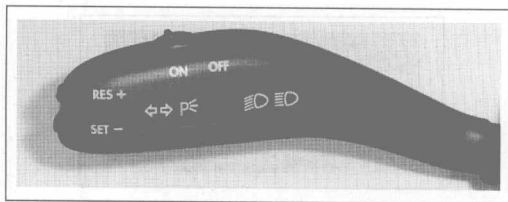

图 1-15 巡航控制(CC)开关
(2) 换档模式选择开关
① 经济模式(ECONOMY): 当车辆在城市道路行驶时, 接通经济模式, 其换档规律应能使发动机转速经常处于经济转速范围, 从而提高燃油经济性。
② 动力模式(POWER): 当车辆上坡、在山路上行驶或希望发动机在高转速下工作时, 可选择动力模式, 此时车辆加速能力很强。
③ 标准模式(NORMAL): 另外有些车辆设定的模式分别是 MANUAL、ECONOMY、POWER 或 POWER、COMFORT、AUTO 及 SNOW 等。其中 MANUAL 为手动换档模式, 在雨雪、泥泞路面或湿滑路面起步, 并要求换档固定的情况下使用手动换档模式。COMFORT 为舒适换档模式, 这个模式相当于 ECONOMY 模式。当节气门迅速打开时, 换档模式会自动转换到 POWER 模式。当节气门开度小于 1/8 时, 又由 POWER 模式自动转换为 ECONOMY 模式。AUTO 为自动模式, 它是介于舒适和动力模式之间的一种模式。SNOW 为雪地模式, 当车辆在冰雪路面行驶时, 选择雪地模式以防驱动轮打滑。
(3) 巡航控制(CC)开关 巡航控制开关一般安装在转向柱或仪表板上, 巡航控制系统自动控制汽车以稳定车速持续行驶, 使驾驶操作简便、节省燃油。当驾驶人关闭巡航控制开关或使用制动时, 巡航控制随即解除, 如图 1-15 所示为巡航控制(CC)开关。